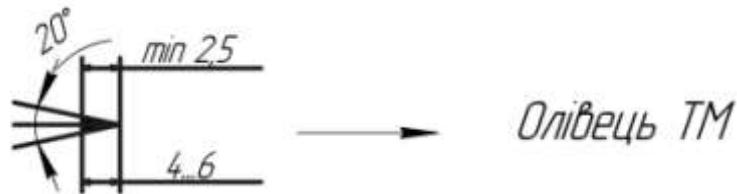

Рис. 1.8
11) Розмірна лінія закінчується стрілкою (рис.1.8).